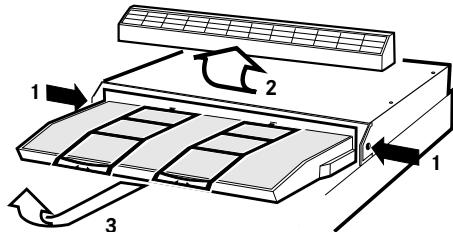

Fig.9
Tryck in snäppena på båda sidor av fläkten (1) och lyft lös fronten (2). Drag sedan ut och lyft lös filterhållaren (3), Fig.9.